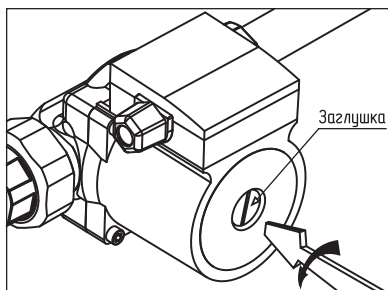

Рис. 5 Удаление воздуха из насоса
- выкрутить винт и ослабить заглушку для удаления воздуха, защитив электрические части от попадания жидкости или пара (**Рис. 5**);